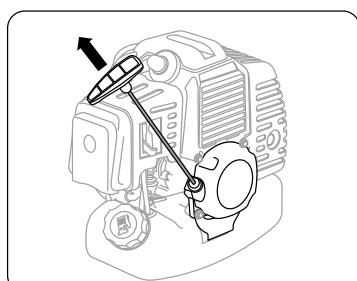

рис. 11
6. Придерживая триммер, плавно потяните рукоятку стартера до момента зацепления в механизме стартера. После чего энергично вытяните шнур на 50–60 см (рис. 11). Во избежание повреждения корпуса стартера не бросайте рукоятку стартера, плавно верните ее в исходное положение. Повторите данные действия 3–5 раз до первой вспышки топлива в двигателе. При этом двигатель заводиться не должен.
- Плавно потяните рукоятку стартера до момента зацепления в механизме и энергично вытяните шнур еще на 50–60 см. Во избежание повреждения корпуса стартера не бросайте рукоятку стартера, плавно верните ее в исходное положение. Повторите данные действия 2–3 раза, двигатель должен завестись (рис. 11).